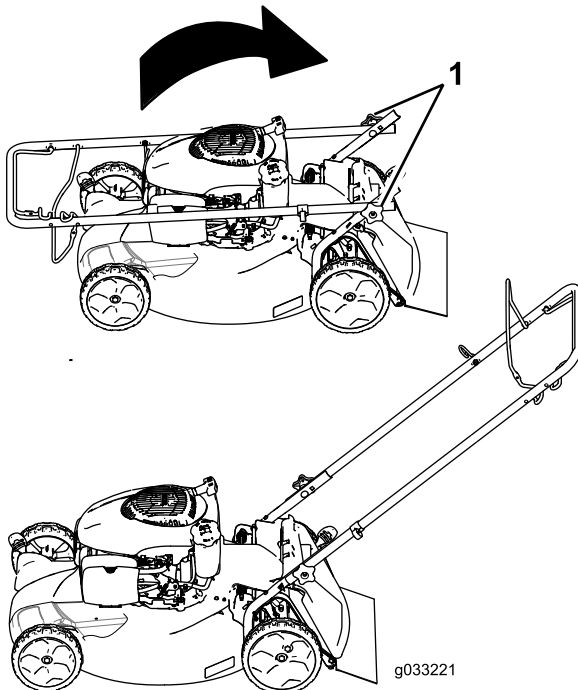

Figura 3
1. Retire los pomos del manillar de la carcasa de la máquina (Figura 3).
1. Pomo del manillar (2)
**Importante:** Asegúrese de que los cables quedan por fuera del manillar al desplegar el manillar (Figura 3).
2. Mueva el manillar a la posición de operación (Figura 3).